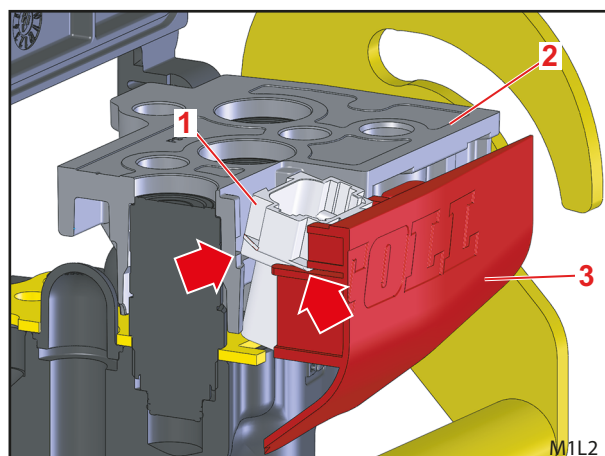

Рис. 14 Установка нижнего узла Hydro-Fix – электрический штекерный разъем и крышка
- (6) Надвиньте нижний узел Hydro-Fix на клапан (не до конца вниз).
- (7) Немного наклоните электрический штекерный разъем, чтобы он при соединении крышки и верхнего узла Hydro-Fix скользил по направляющим и опорам (см. стрелки на Рис. 14).
- (8) Полностью надвиньте крышку и одновременно с этим осторожно надавите на нижний узел Hydro-Fix.
- (9) Закрепите нижний узел Hydro-Fix 5 винтами M8x45.